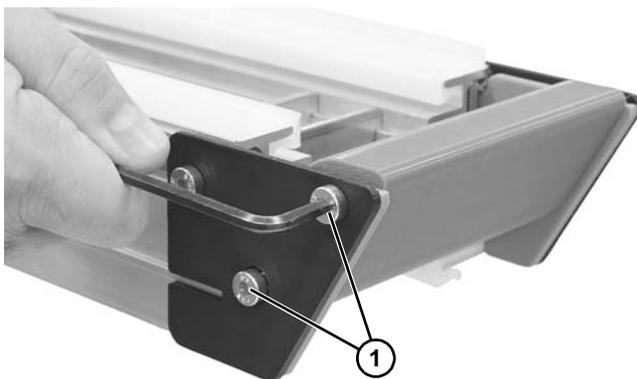

Abbildung 63
1. Auf beiden Seiten des Förderbands zwei Befestigungsschraube (**Abbildung 63, Teil 1**) abnehmen.